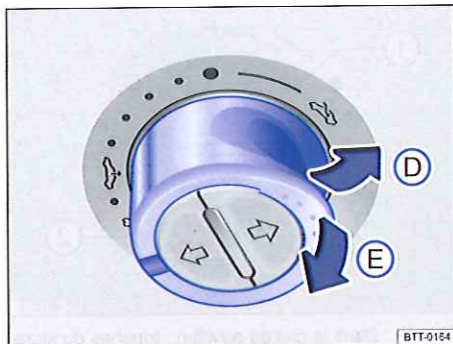

Fig. 39 Dans le ciel de pavillon : appuyez et tirez sur la commande pour relever et fermer le toit.
| ⇒ fig. 39 | | |
- *Toit ouvrant coulissant/relevable panoramique à commande électrique* : dans un intervalle d'env. 5 secondes après le déclenchement du dispositif antipincement, tirez sur la commande arrière \Rightarrow fig. 39  (flèche) jusqu'à ce que le toit ouvrant coulissant/relevable panoramique à commande électrique soit entièrement fermé.